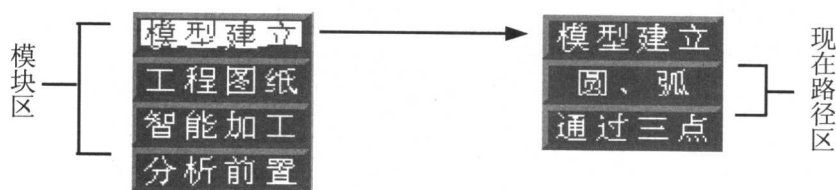

图 1-14
(5) 模块区与现在路径区：显示目前的命令路径情况，以及模块切换功能，如图 1-14 所示。
在图 1-14 中，左图是模块区的四大模块，其主要目的是可以切换至不同的模块，由于此套软件非常庞大，故使用模块化的结构，可让工程师、技术员以及设计师在其特定的领域下运用。右图是在模型建立模块下用三点作圆或弧的命令，告诉用户目前在干什么。主要的四大模块各有不同的功能，分别说明如下：